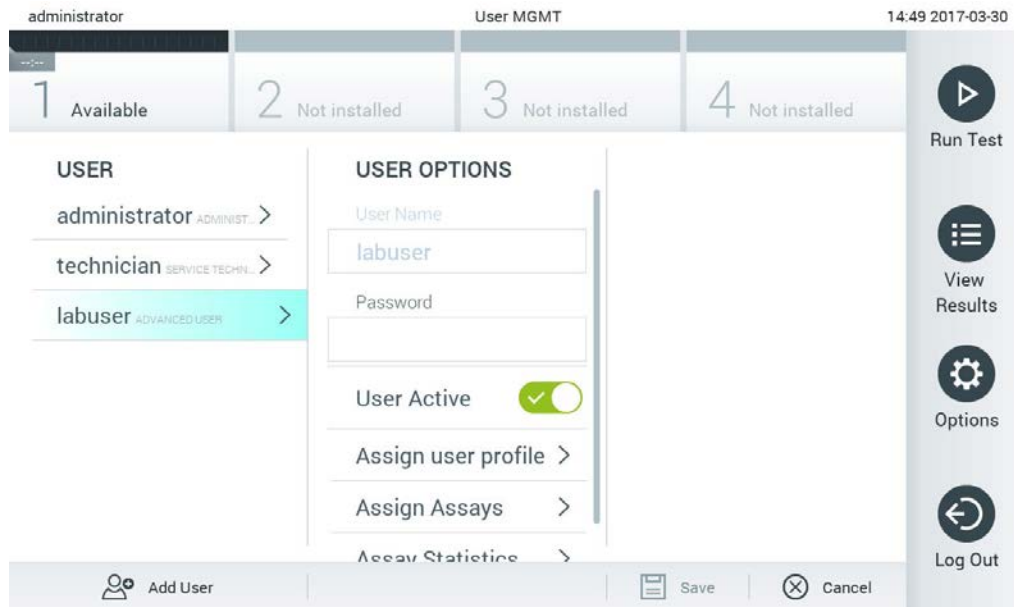

Figure 53. Sélection et gestion des utilisateurs.
2. Sélectionnez l'utilisateur à gérer dans la liste de la colonne de gauche de la zone de contenu (figure 53).